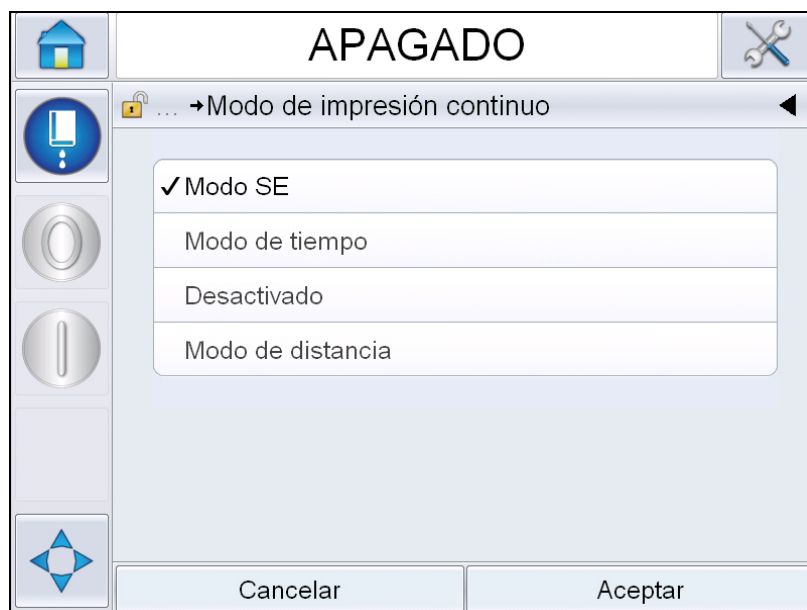

Figura 4-23: Cuadro de diálogo Continuous Print (Impresión continua)
- 1 Seleccione *Continuous Print (Impresión continua)* desde el menú *Print Trigger (Activador de impresión)*. Aparecerá el cuadro de diálogo *Impresión continua* (consulte la Figura 4-23).